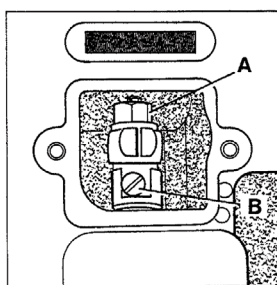

Fig.12
To change the stitch length, remove the cover plate located below the serial number of the machine. Loosen lock nut (A, Fig. 12) and turn stitch length adjusting screw (B) clockwise to shorten stitch or counterclockwise to lengthen it. After adjustment, retighten lock nut (A) and replace the cover plate.
Lösen Sie die Mutter (A, Fig. 12) und drehen die Stichlängenstellschraube (B) im Uhrzeigersinn, um den Stich zu verkürzen oder im Gegenuhrzeigersinn, um ihn zu verlängern. Ziehen Sie die Mutter (A) nach dieser Einstellung wieder an und schrauben den Deckel wieder auf.